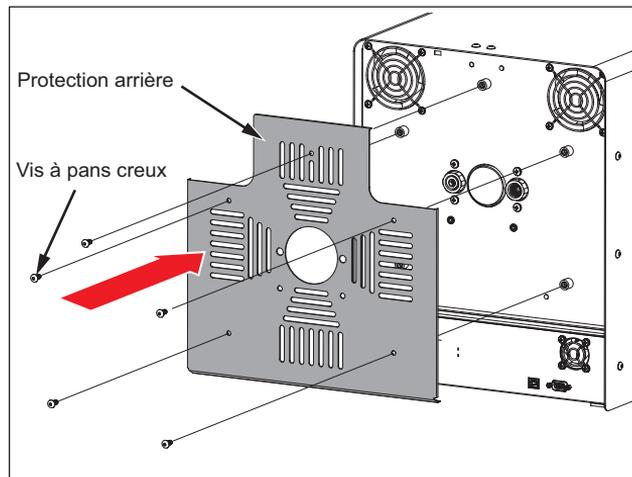

Figure 7. Fixation de la protection arrière
4. Fixez la protection arrière à l'aide des cinq vis à tête creuse. Voir la Figure 7.